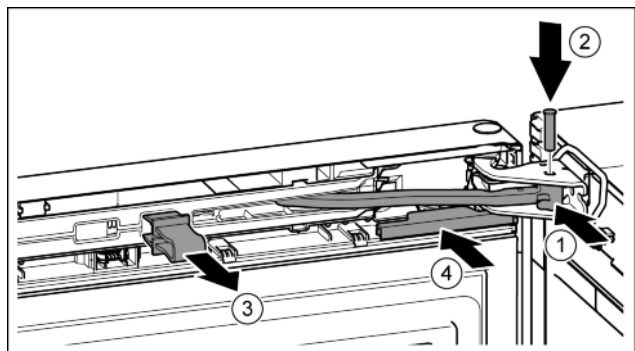

Fig. 41
- ▶ Tourner l'articulation dans le support de palier. Fig. 41 (1)
- ▶ Introduire le boulon dans le support de palier et l'articulation. Veiller à ce que l'ergot d'encliquetage repose correctement dans la rainure. Fig. 41 (2)
- ▶ Enlever l'arrêt. Fig. 41 (3)
- ▶ Enfiler le cache. Fig. 41 (4)